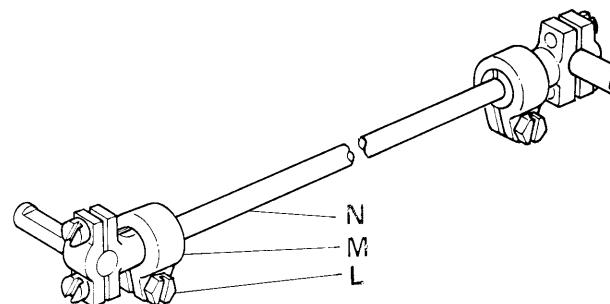
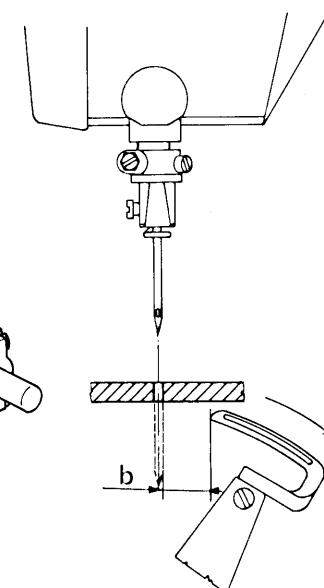

Fig. 13
Fig. 12
1. Per ottenere la quota 'b' fig. 12 portare il crochet tutto a destra, allentare la vite L della fascetta M e agire sul tirante N della biella (fig. 13) sino ad ottenere la quota prescritta dalla tabella di fase.
1. To obtain distance "b" (fig. 12) bring looper fully to the right, slacken screw L of sleeve collar M and adjust stay-rod N of connecting rod (fig. 13) until the distance indicated in setting table is obtained.